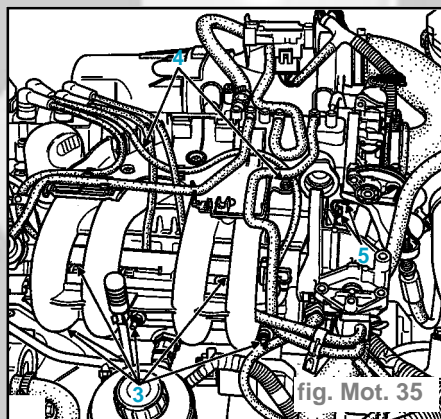

fig. Mot. 35
- les vis de fixation (5) de la patte de rigidification du boîtier papillon sur la culasse (fig. Mot. 35)
- les écrous (3) de fixation du collecteur sur la culasse
- les vis (4) de fixation du collecteur sur le cache culbuteur